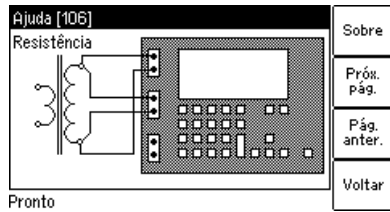

Figura 10-16: Exemplo de conexões para medição de resistência
1. Conecte os soquetes OUTPUT e a entrada SEC do *CT Analyzer* ao enrolamento a ser medido (consulte a Figura 10-16).